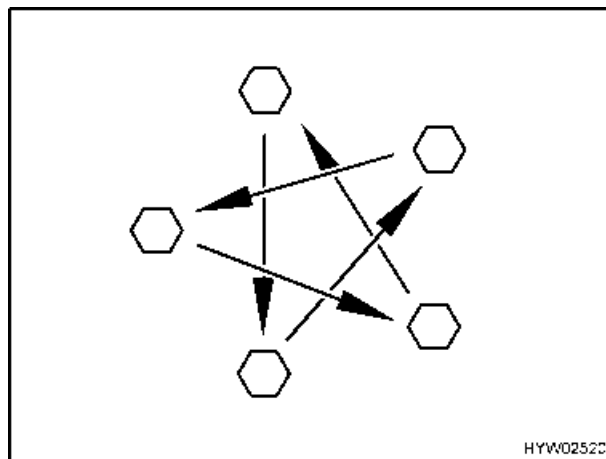

Fig. 86 Serrare a croce i dadi o i bulloni delle ruote
- Controllare regolarmente il serraggio dei dadi o dei bulloni. Regolare a croce (Fig. 86) il serraggio dei dadi o dei bulloni di una ruota sostituita dopo circa 50 km. Per il valore della coppia di serraggio consultare il paragrafo Coppia di serraggio.
- ▶ Serrare a croce i dadi o i bulloni delle ruote (Fig. 86). Per il valore della coppia di serraggio consultare il paragrafo Coppia di serraggio.